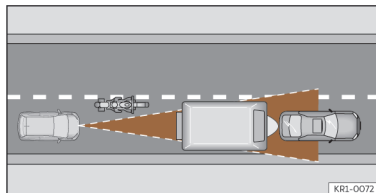

Fig. 122 Motociclo que circula à frente, fora do raio de alcance do sensor de radar.
- Veículos que circulem desalinhados ou fora da zona de deteção do sensor, por exemplo, motociclos >>> **Fig. 122.**